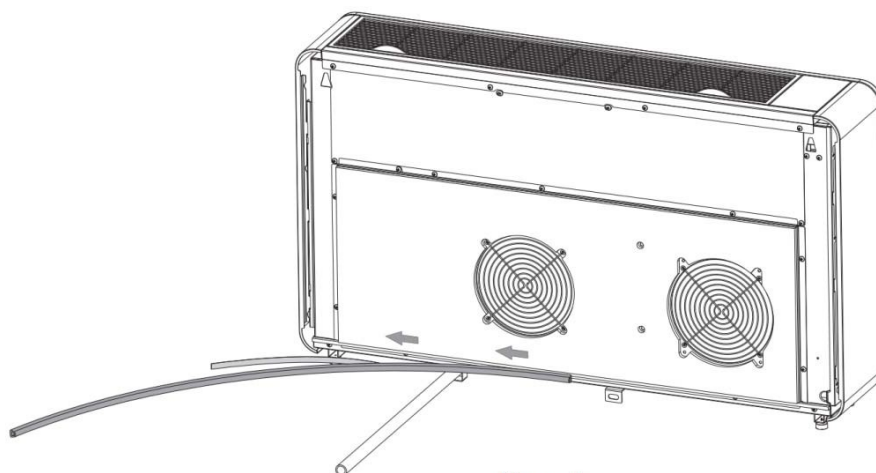

Figure 1
1. La bande d'étanchéité doit être collée le long du bord de la machine, comme indiqué sur la figure 1.